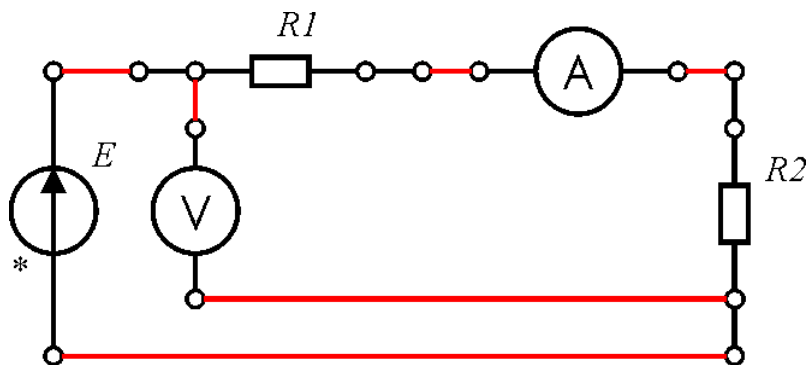

Рис. 2
Закон Ома для полной цепи. Для экспериментальной проверки этого закона можно сравнить практические значения тока в замкнутой цепи с теоретическим, рассчитанным по формуле (3). Для этого необходимо воспользоваться схемой рис.2.
2. Соберите схему рис. 2. Для нескольких значений E измерьте значение I . Согласно выражению (3) рассчитайте теоретические значения тока. При этом $R_n=R_1+R_2$. Внутренним сопротивлением источника можно пренебречь. Сравните полученные результаты.